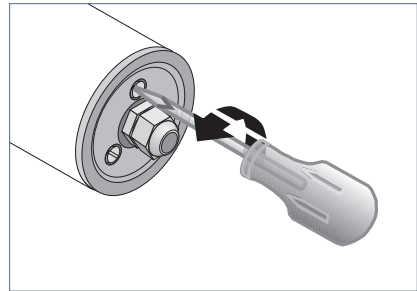

Fig. 7: Ouvrir la partie latérale A.
- ▶ Desserrez les trois vis situées sur le côté raccordement du luminaire d'environ 3 à 4 tours, voir Fig. 7.